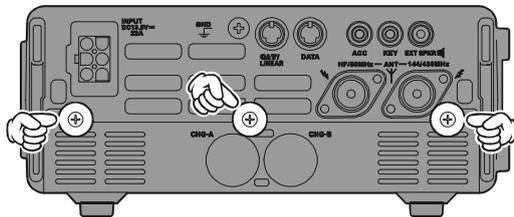

図 1
2. 図 1 と 2 を参考に、本体背面と底面にある 3 本のビス(合計 6 本)を外し、底面ケースを外します。